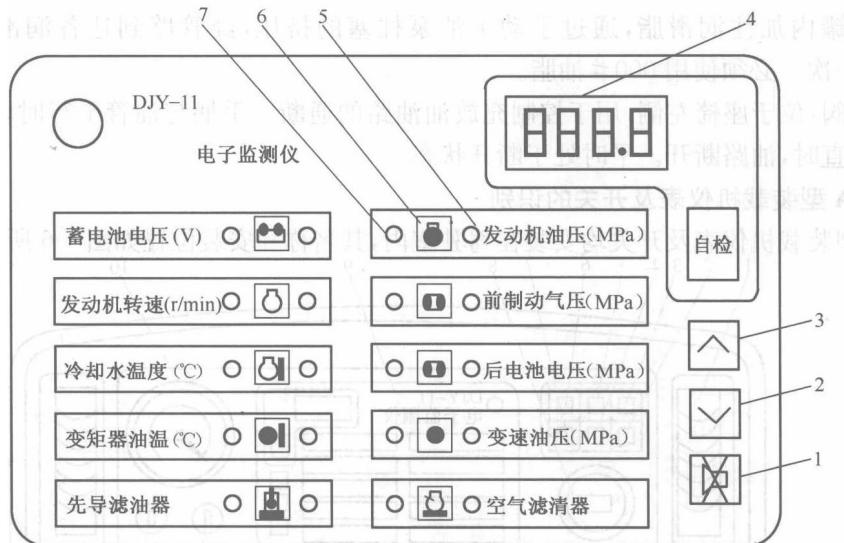

图1-7 电子监测仪
- (1)空调出风口:放出冷风与热气。调整风口角度,可以改变冷热风吹出的角度和方向。
- (2)悬挂闭锁指示灯:显示悬挂闭锁。当插入电锁钥匙右旋至接通位置,悬挂闭锁指示灯亮,悬挂装置闭锁。
- (3)左转向指示灯:显示左转向灯工作。左转向时,左转向指示灯和左转向灯同时闪亮。
- (4)制动指示灯:显示制动状态。在气压大于0.4MPa以上制动时,指示灯亮;制动解除,指示灯灭。
- (5)远光指示灯:显示远光灯亮。远光灯照明,指示灯亮;近光灯照明,指示灯不亮。
- (6)右转向指示灯:显示右转向灯工作。右转向时,右转向指示灯和右转向灯同时闪亮。
- (7)先导操纵定位电磁铁指示灯:显示先导操纵手柄定位电磁铁开关打开。打开定位电磁铁控制开关,电磁铁起作用,指示灯亮。
- (8)电子计时表:自动记录装载机运转时间。量程0~999999h(续)。
- (9)电子监测仪:自动监测机械运转情况。当工况出现异常情况时,发出声光报警。面板布置如图1-7所示。